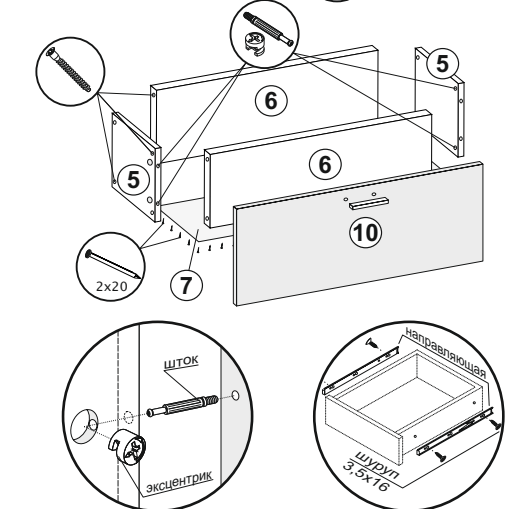

Рис.4
- 3.1 Соединить детали ящика (5,6) еврошурупами. Замерить диагонали получившегося ящика и прибить ХДФ (7) гвоздями 2x20 (рис.4).
- 3.2 Досверлить необходимые отверстия в створке ящика (10) и прикрутить ручку шурупами 4x30. Установить створку (10) на собранный ящик с помощью эксцентриков (рис.4).
После окончательной сборки изделия вставить выдвижной ящик в короб шкафа (рис.4).